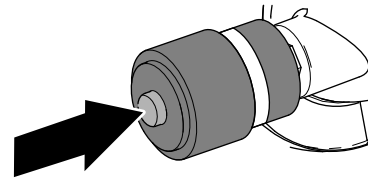

Bild 116
1. Wenn ein roter Streifen in der Wartungsanzeige des Luftfilters sichtbar ist, drücken Sie die Rücksetztaste am Ende der Anzeige (**Bild 116**).